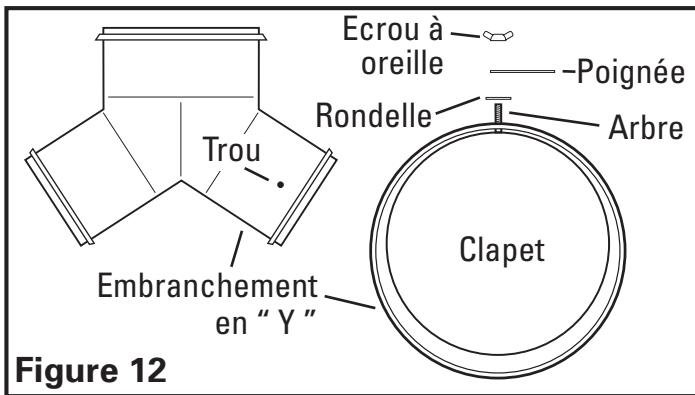

Figure 12
- Insérez l'arbre du clapet dans le trou perforé à l'étape 2. Placez la rondelle, la poignée et ensuite l'écrou à oreille dans l'arbre (**Figure 12**).